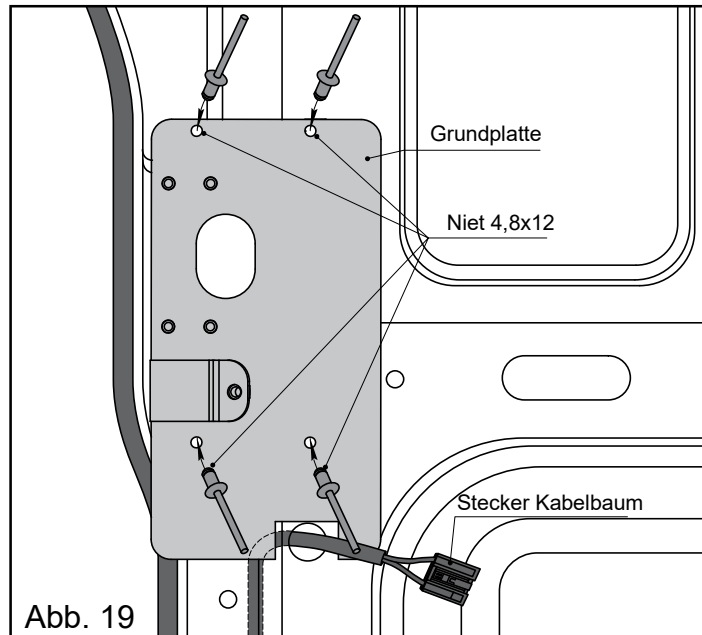

Abb. 19
1. Nieten Sie die Grundplatte mit 4,8x12-Nieten an die C-Säule, (Abb. 19).